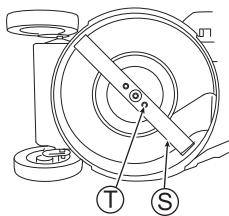

Fig. 34
- Si la lame (S) ou ses boulons de montage (T) sont "usés", "cassés" ou "déformés", remplacez-les par des pièces neuves correspondant à nos spécifications.
- Vérifiez que les Boulons de montage de la lame (T) sont bien serrés au couple de torsion spécifié. (Voir Fig. 34)
- Serrez complètement les Boulons de montage de la lame (T) à la main.